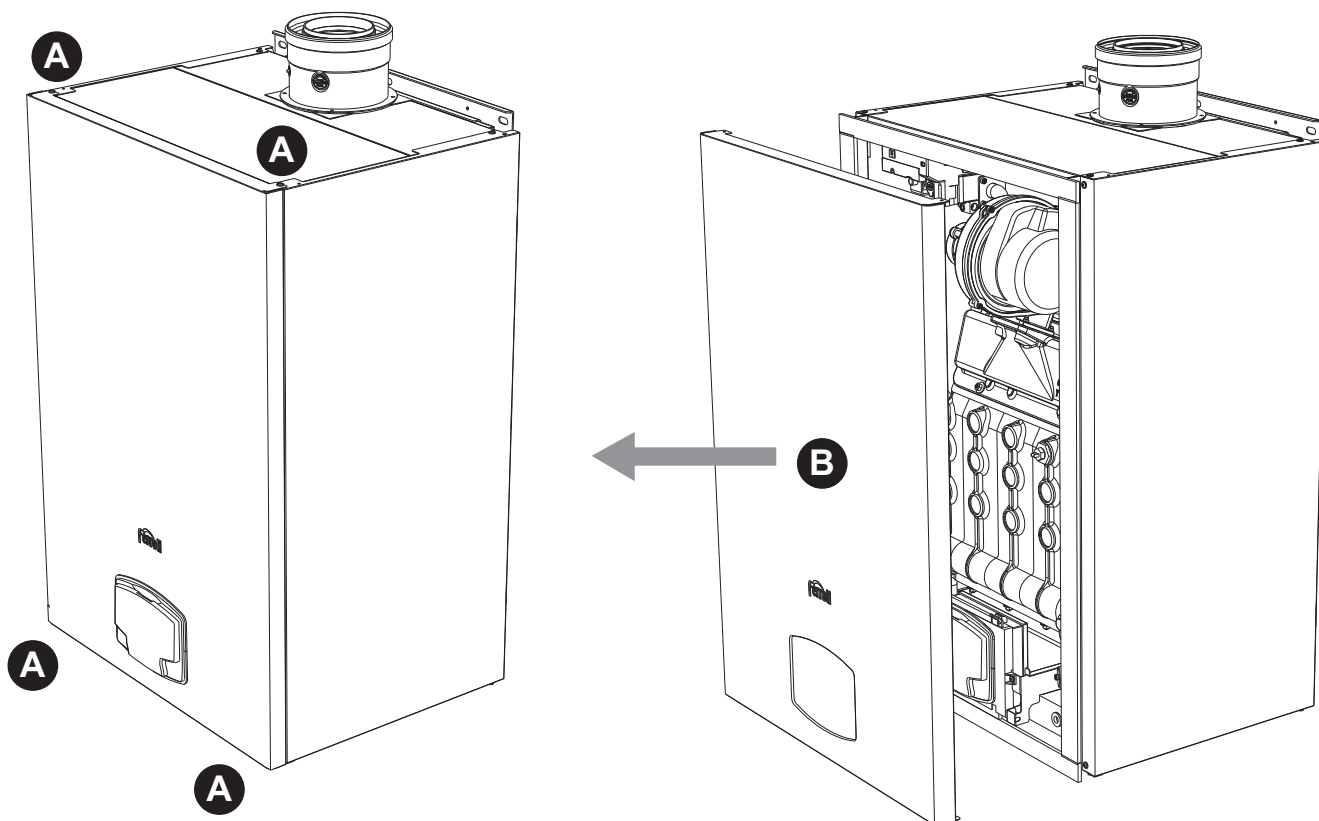

рис. 83- Открытие передней панели
1. Отвинтите винты **A** (см. рис. 83).